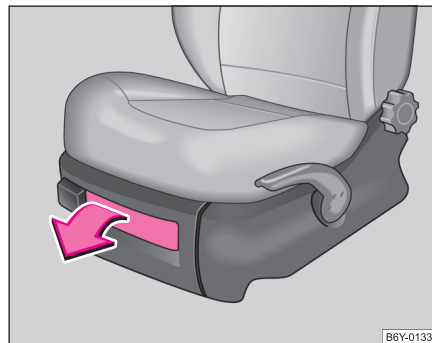

Abb. 74 Vordersitz:
- Zum Öffnen der Klappe Verschluss ankippen und Klappe aufziehen ⇒ Abb. 74.